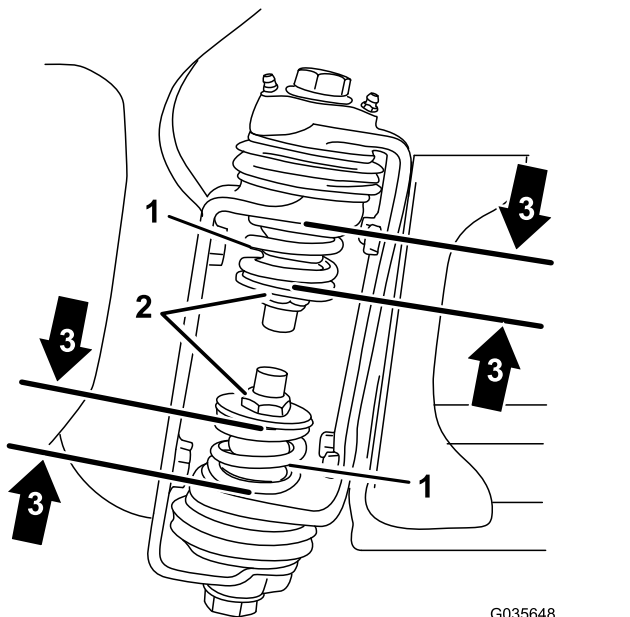

Figura 4
3. Nella cerniera della sezione, misurate la compressione delle molle superiore e inferiore mentre le sezioni sono in posizione prolungata (Figura 4).